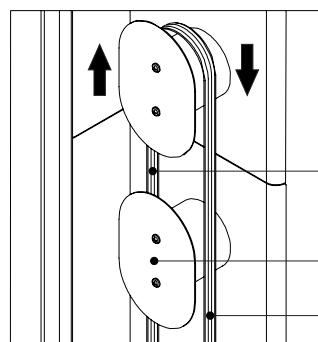

Figura 12D
7. Passe os cordões pela parte de trás do tubo guia e retorne os cordões pela parte frontal do tubo guia. Utilize a tabela 3 (página 32) para a definição do tubo guia a ser utilizado de acordo com a posição do Sub-Rack (veja figura 12D).
6. Encaminhe os cordões pela parte traseira do guia inferior de cabos (item 2), passando pela Curva Guia de cabos (item 3) até o tubo guia (item 4).
7. Passe os cordões pela parte de trás do tubo guia e retorne os cordões pela parte frontal do tubo guia (veja figura 12D, página 30).